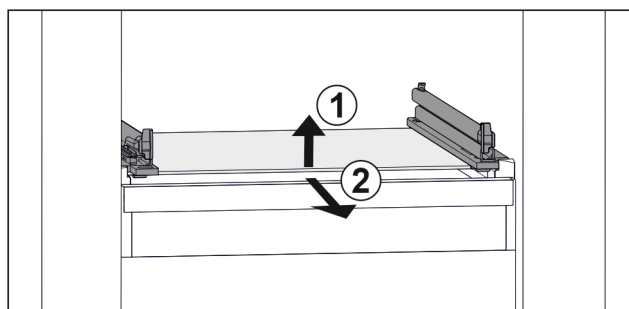

Fig. 81 Exemple de représentation de la tablette en verre
- ▶ Soulever la tablette en verre par l'avant. Fig. 81 (1)
- ▶ Retirer la tablette en verre par l'avant. Fig. 81 (2)